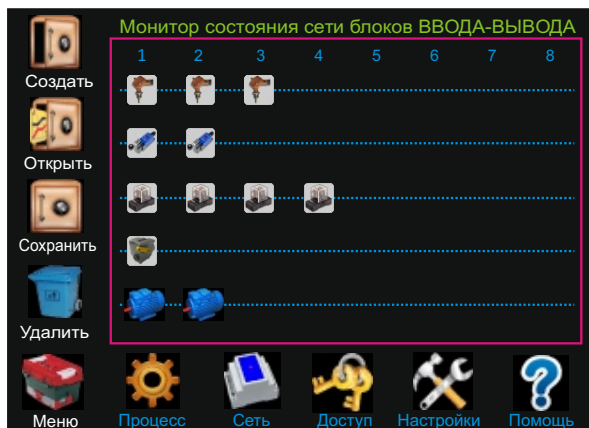

Рис. 17. Меню "Сеть"
8.6 Меню **Сеть** предназначено для идентификации подключенных к контроллеру блоков ввода-вывода (Рис. 17). С помощью данного меню можно определить количество и типы блоков ввода-вывода, находящихся в сети нижнего уровня, а также, проверять их работоспособность, правильность подключения и конфигурирования.